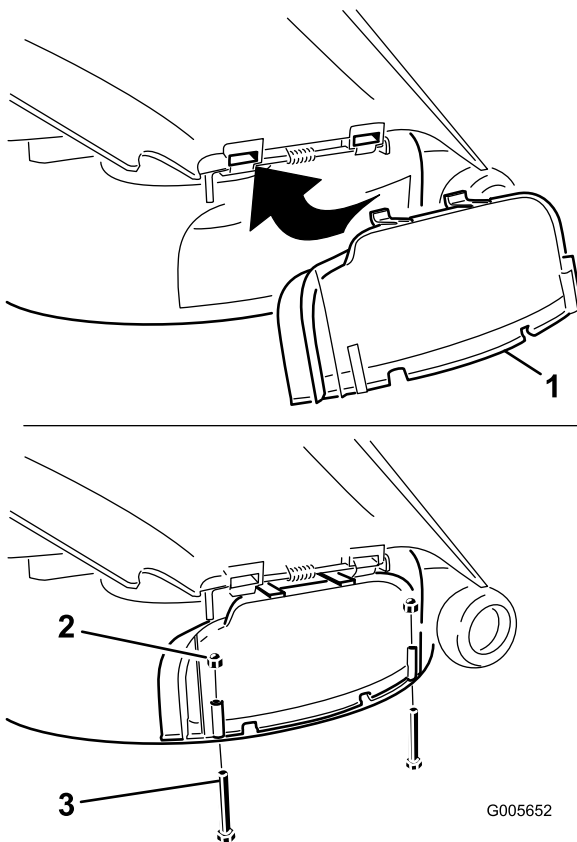

Bild 30
3. Heben Sie das Ablenkblech an und schieben die Zungen oben an der Auswurfkanalabdeckung unter die Haltestange des Ablenkblechs. Drehen Sie die Abdeckung des Auswurfkanals nach unten über die Öffnung und auf die untere Lippe des Mähwerks (Bild 30).
Kopfmuttern (1/4 Zoll) an der unteren Lippe des Mähwerks, siehe Bild 30.